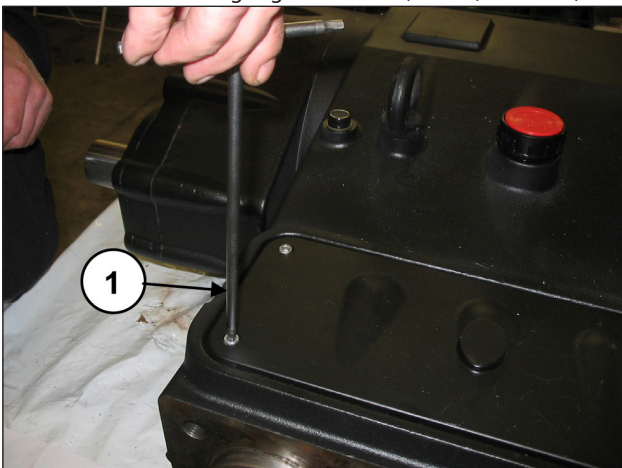

Abb. 112
Demontieren Sie den oberen Inspektionsdeckel durch Abdrehen der 4 Befestigungsschrauben (Pos. ①, Abb. 112).